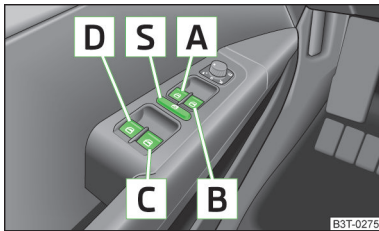

Abb. 43
- Werden auf den Rücksitzen Personen, die nicht völlig selbstständig sind, z. B. Kinder, befördert, wird empfohlen, die elektrischen Fensterheber der hinteren Türen außer Funktion zu setzen (Sicherheitsschalter)  » Abb. 43 auf Seite 63.
- Wenn die Zündung ausgeschaltet wird, lassen sich die Fenster noch für ca. 10 Minuten öffnen oder schließen. Nach dem Öffnen der Fahrer- oder Beifahrertür können die Fenster nur mit der Taste **A** » Abb. 43 auf Seite 63 bedient werden.
### Tasten der Fensterheber » Abb. 43.
Durch Drücken des Sicherheitsschalters **S** » Abb. 43 können die Tasten der Fensterheber in den hinteren Türen außer Funktion gesetzt werden. Durch erneutes Drücken des Sicherheitsschalters **S** sind die Tasten der Fensterheber in den hinteren Türen wieder funktionsfähig.
- Die Taste  » Abb. 43 auf Seite 63 in der Öffnungsstellung halten.
- Die Taste  » Abb. 43 auf Seite 63 in der Schließstellung halten.